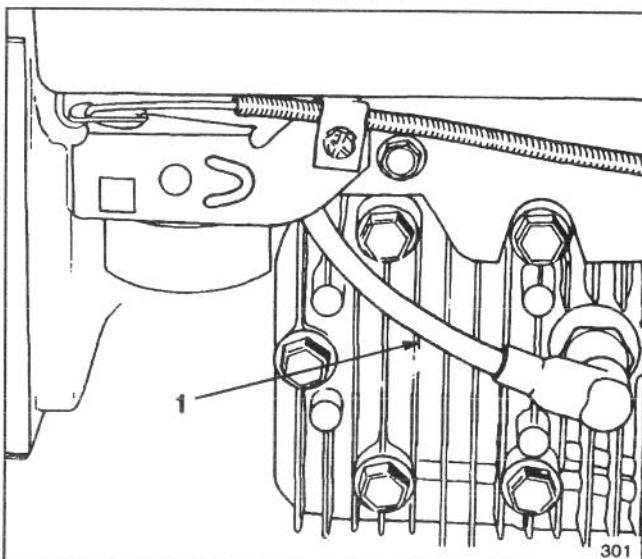

Abb. 17
2. Das Zündkerzenkabel auf die Zündkerze stecken (Abb. 17).
- Den Motor abstellen und das Kabel von der Zündkerze abziehen (Abb. 17).
- Den Motor abstellen und auskühlen lassen. Das Kabel von der Zündkerze abziehen (Abb. 17).
1. Den Motor abstellen und das Kabel von der Zündkerze abziehen (Abb. 17).